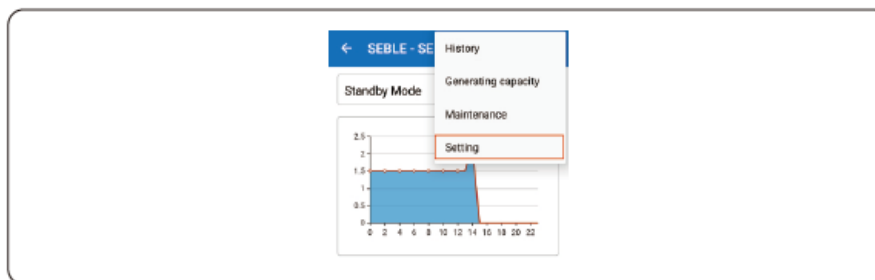

Imagen 5.18 Página inicial de los ajustes de la aplicación
Paso 2 Haga clic en “Extension key” y seleccione “Settings”, como muestra la imagen 5.18.